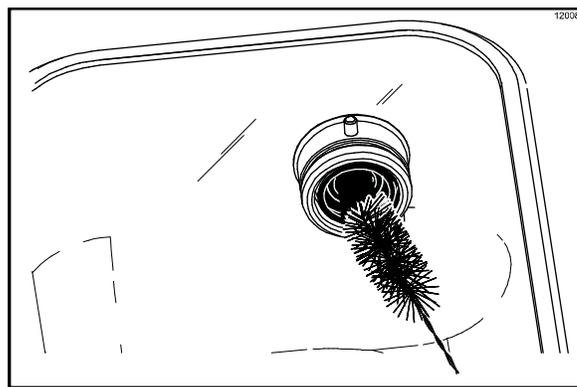

图 109
- 用黑色的刷子清洗储料槽后壁上的传动轴心开口。(见图 109。)